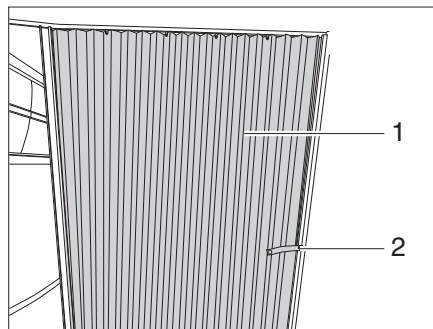

Fig. 76 Cortina plegable
- Soltar la cinta de seguridad (Fig. 76,2).
- Tirar la cortina plegable (Fig. 76,1) a la posición de cierre.
- Dirigir la cortina plegable (Fig. 76,1) a la posición de apertura.
- Fijar la cortina plegable con la cinta de seguridad (Fig. 76,2).